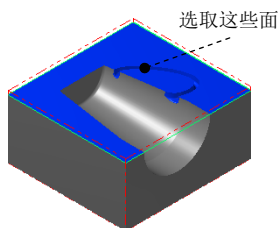

图 21.14 选取干涉面
(2) 单击 **检测** 区域中的  按钮，选取图 21.14 所示的面（共 17 个面）为干涉面，然后按 Enter 键。